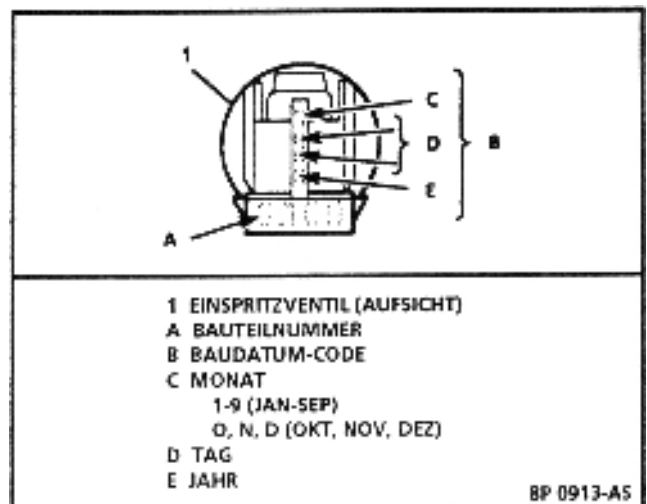

Bild 3.2-17 Lage der Bauteilnummer am Einspritzventil
- Beim Auswechseln des Einspritzventils ist darauf zu achten, dass das Ersatzteil mit dem defekten identisch ist. Obwohl andere Einspritzventile im TBI Modell 700 eingepasst werden können, sind sie für andere Durchflussraten kalibriert. (Siehe Bild 3.2-17 für Lage der Bauteilnummer am Einspritzventil.)